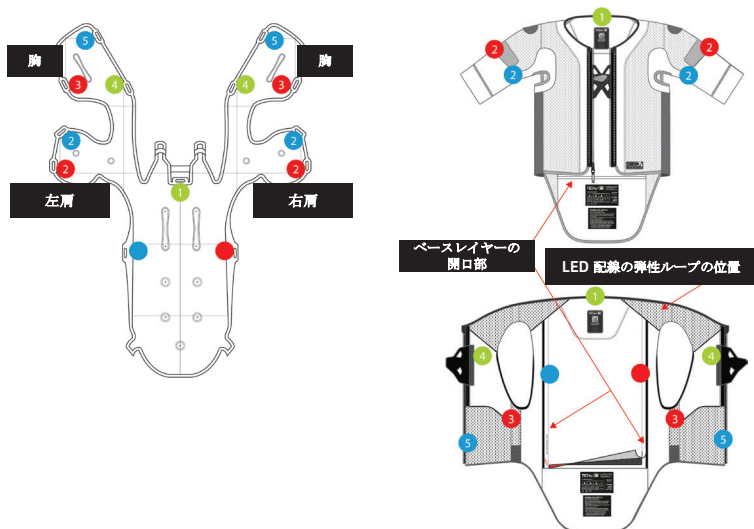

図14:エアバッグ(左)とシステムのベースレイヤー(1)(右)の接続クリップの位置
1. エアバッグを取り外します。図6に示されている内部の開口部（7）を介してエアバッグにアクセスし、図14に示されているように配置されたすべての接続クリップを開けてください。各クリップには、正しい組み立てを支援するための色と番号が付いています。システムには合計11個の接続クリップがあります。左肩部に2つのクリップ（#2ブルー - #2レッド）、右肩部に2つのクリップ（#2ブルー - #2レッド）、左胸部に3つのクリップ（#3レッド - #4グリーン - #5ブルー）、右胸部に3つのクリップ（#3レッド - #4グリーン - #5ブルー）、背部に3つのクリップ（#1グリーン - #4ブルー - #5レッド）があります。ユーザーは、背部のクリップから始めて、次に胸部のクリップを、最後に肩部のクリップを取り外すことをお勧めします（図14を参照）。
1. エアバッグを取り付けます。 背面プロテクター (5) が下向きになるようにシステムを回転させます。エアバッグを対応するポケットにそれぞれ挿入し、背中、肩、胸のポケットに配置します。図6に示されているように、ベースレイヤー (1) にあるすべての開口部を使用します。エアバッグのすべてのセクションをねじったり折り曲げたりしないように注意してください。エアバッグをベースレイヤー (1) に取り付けるには、図14に示されている11個の接続クリップのうち、上背部にある1個の接続クリップ (#1グリーン) を除く10個の接続クリップを再接続します。
1. 電子部品を挿入してください。 エアバッグが再配置されたら、背面プロテクター (5) が上向きになるように、エレクトロニック部品とそれらの配線を背面プロテクター (5) 内部の開口部から挿入してください。フロントフラップ (3) が上向きになるように、システムを配置し、ベストの内部エリアと配線をアクセスしてください。胸の上部エリアに周辺センサーをそのベルクロポケットに戻し、センサーの色をラベルに示されている色と一致させ、ベルクロをしっかりと閉めてください。最後に、LEDディスプレイ (2) を再配置するには、まず、図14に示されているように左肩エリアの弾性ループを注意深く通し、次に、配線を左胸部エリアに下げ、フロントフラップ (3) 近くの開口部に挿入してください。最後に、LEDディスプレイ (2) をフロントフラップ (3) 内に挿入し、ベルクロをしっかりと閉じてください。最後に、上背部エリアにある最後のエアバッグ接続クリップ (#1緑) を閉じ、エアバッグが完全に展開され、折り畳まれた部分やねじれた部分がないことを確認してください。これを確認するには、エアバッグのすべての部分を優しく手で動かしてください。また、すべての配線がどこでも過度に引っ張られていないことを確認してください。最後に、図6に示されているように、すべての内部開口部を閉じることを確認してください。
2. エアバッグ制御ユニットを閉じ、システムを確認してください。 システムをバックプロテクター (5) が上向きになるように回してください。ガスインフレーターハウジング (13) がしっかりと取り付けられていること、すべてのコンポーネントが適切に配置されていることを確認してください。次に、カバー (12) を再挿入し、しっかりと閉じることを確認してください。最後に、システムのフロントフラップ (3) を閉じ、セクション13に報告されているLEDシーケンスを確認して、システムが完全に機能していることを確認してください。